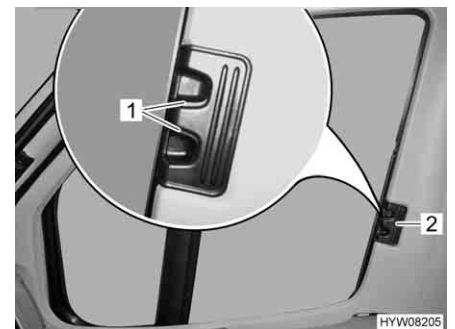

Fig. 31 Dispositif occultant plissé pour la fenêtre côté conducteur/passager
- Pousser les dispositifs occultants plissés pour les fenêtres côté conducteur et côté passager jusqu'à la butée au niveau de la poignée (Fig. 31,2).
- Faire s'enclencher les poignées de déverrouillage (Fig. 31,1).